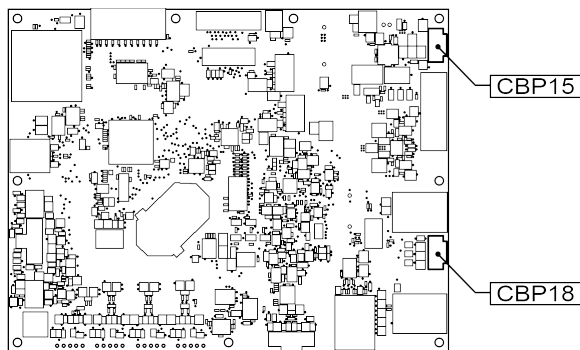

Figure 12
10. À l'aide du harnais fourni avec l'imprimante, connectez-le à la carte de commande comme indiqué sur la Figure 12. Les fils sont marqués avec leurs étiquettes de connecteur respectives.